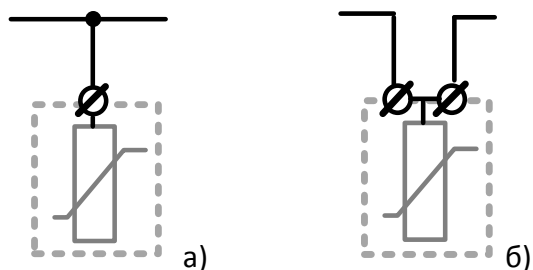

Рисунок 10. Схемы подключения УЗИП к защищаемому проводнику
- Т-схема (рис. 10а), подключение по этой схеме возможно для всех типов УЗИП;
- V-схема (рис.10б), подключение по этой схеме возможно для УЗИП типов OVP L и OVP M, шириной 2 и более U (там, где имеются два или более соединенных друг с другом контактов для подключения к проводам L или M).